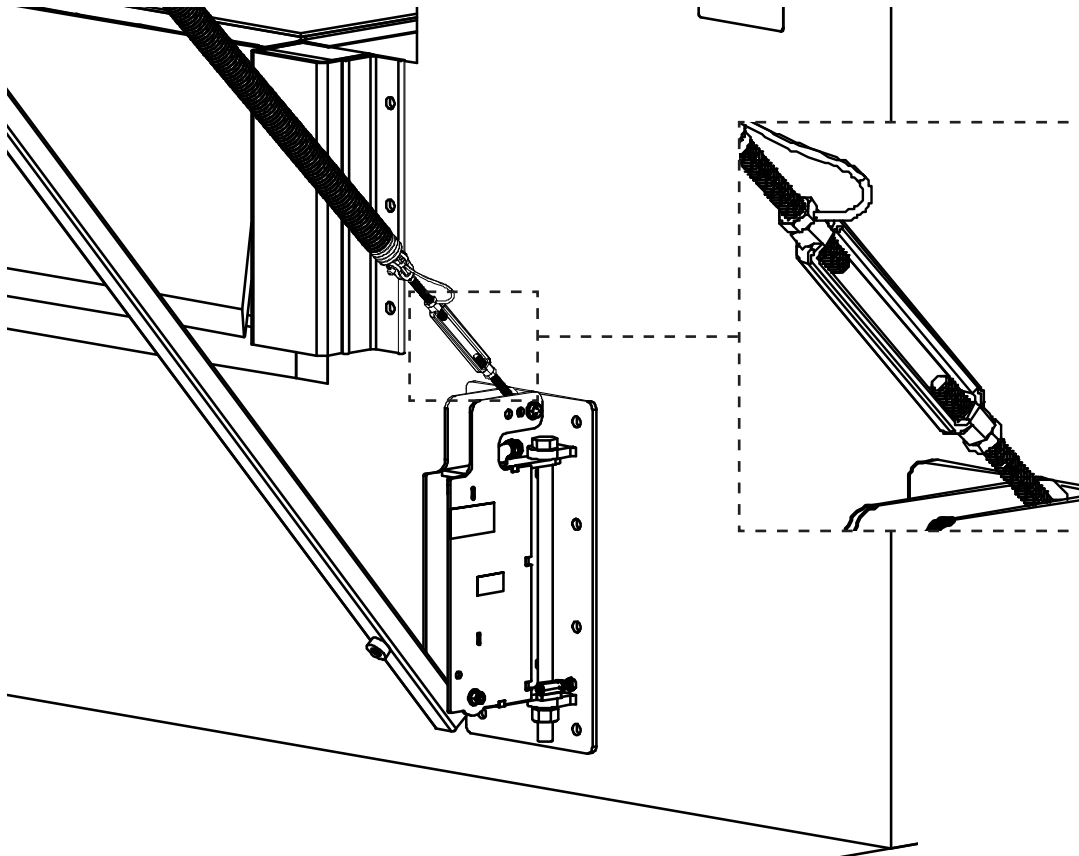

Figure 15
2. Régler la tension du ressort à l'aide du tendeur, comme illustré à la **figure 15**, page 18. Desserrer les contre-écrous et régler le tendeur à la tension souhaitée. Le bras doit se rétracter vers le mur en 5 secondes ou moins.